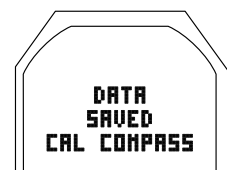

Abb. 186 - DATEN GESPEICHERT
- > Die Grafiken DATA SAVED (oder CLEARED) sowie CAL COMPASS werden für 3 Sekunden angezeigt (Abb. 186). Anschließend erscheint der CAL-Bildschirm des Kompasses.